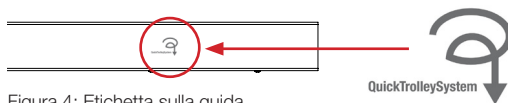

Figura 4: Etichetta sulla guida
- Collegare la pulsantiera in dotazione alla stazione di ricarica e il relativo cavo al sollevatore, Figura 4. Verificare il funzionamento del caricabatterie.
- VI. Applicare l'etichetta fornita alla guida per indicare all'utente la posizione in cui potrà essere montato e smontato il sollevatore, Figura 4.
- 5) Collegare il cavo rosso alla guida per il caricabatterie sul lato destro, cioè il lato positivo del lamierino del caricabatterie, e il cavo nero sul lato sinistro (negativo) come in Figura 4.
- 4) Disporre i contatti del caricabatterie come in Figura 4. **NOTA!** Inserire il contatto (A) per il caricabatterie per 50 mm circa solamente se viene utilizzato un bullone di finecorsa. In caso di finecorsa regolabile, il contatto deve essere inserito per 90 mm circa.